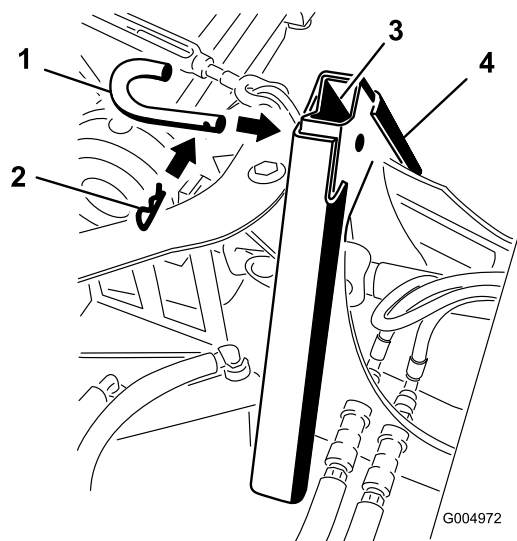

Figure 99
3. Fixez les adaptateurs ensemble avec l'axe et la goupille fendue de l'accessoire, comme montré à la Figure 99.